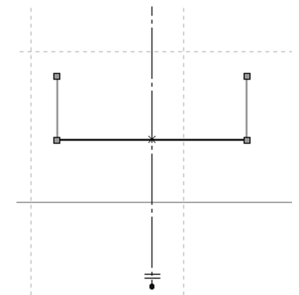

Рисунок 1.2
7. Перемістіть покажчик-лінію вертикально вгору, створивши вертикальну лінію довжиною приблизно 10. На рис. 1.2 показаний ескіз після додавання вертикальних ліній.